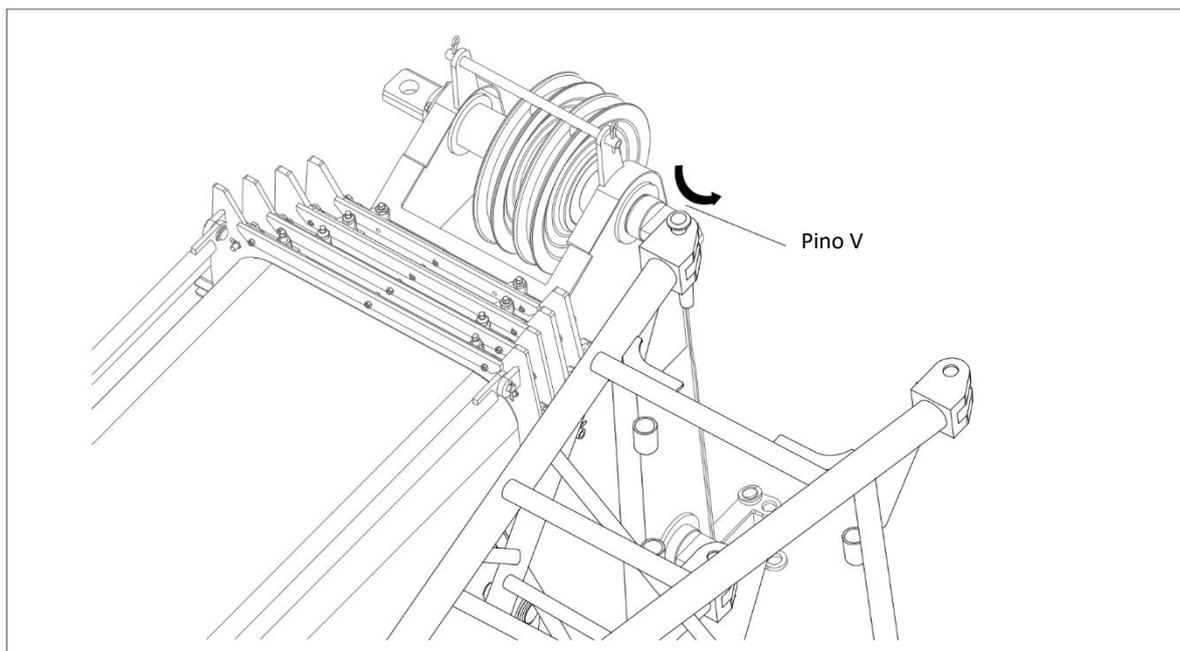

Figura 5-9 Rotação do braço
- l) Mova o braço (pivôs no pino IV) na frente da lança principal. Consulte a figura 5-9.